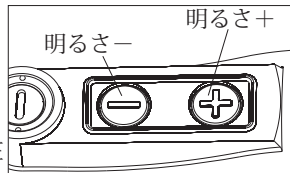

図5
1. 電源オン（図5参照）：明るさボタン（+/-）を押し、サイトを電源オンにします。